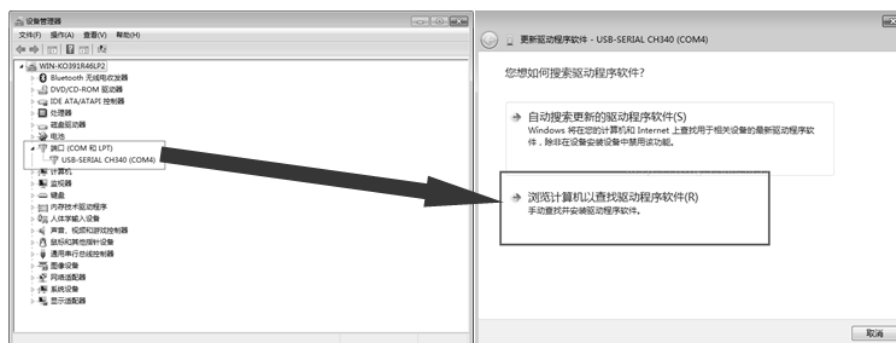

图 1-11 安装 Arduino UNO 开发板驱动程序
(2) 打开设备管理器，如图 1-11 所示，右键点击端口 (COM 和 LPT) 下的 USB 设备 (若设备出现红叉则表示没有安装驱动程序)，选择更新驱动程序，在弹出的“更新驱动程序软件”对话框中选择“浏览计算机以查找驱动程序软件”进入下一步。